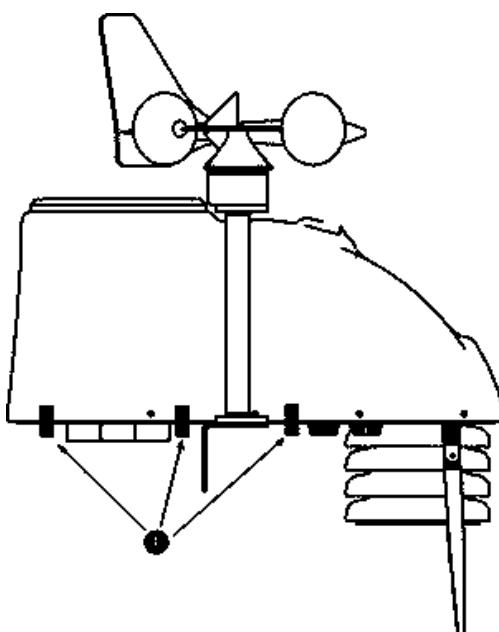

Рисунок 3 - Схема пломбирования изделий «СОКОЛ-М1»,
5.1.7. Место для пломбирования выбирается в соответствии с рис. 3.